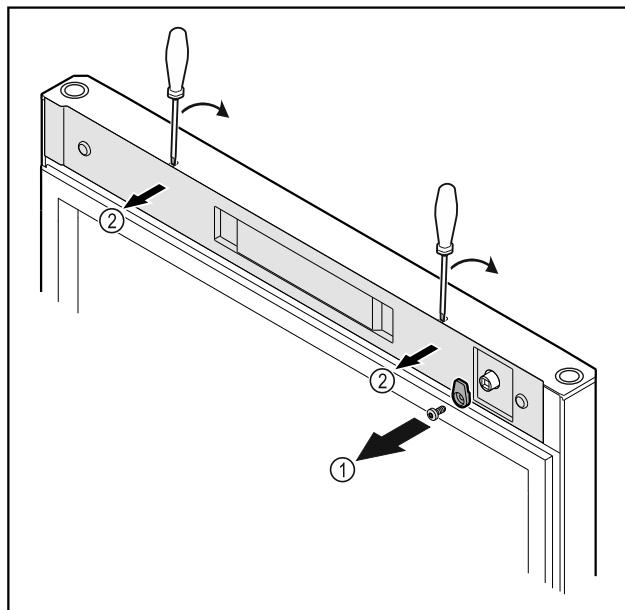

Fig. 11
- Відкрутити запірний гачок Fig. 11 (1).
- За допомогою малої викрутки зніміть з фіксатора кришку Fig. 11 (2) і видаліть.